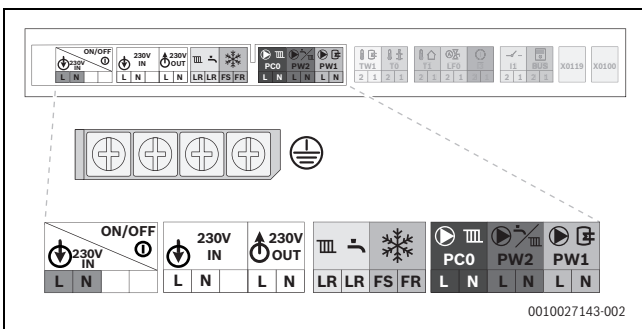

Bild 133 Netzspannungsbereich: Klemmleiste
- ▶ Kabel an der Klemmleiste für externes Zubehör (→ Bild 133 und Bild 134) anschließen.